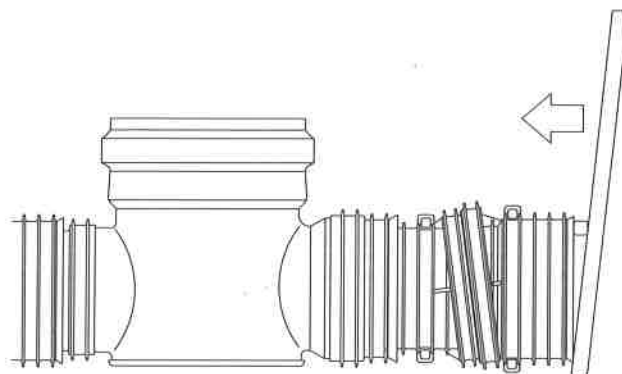

図2
5. ゴム輪を端面から2番目と3番目のリブの間に装着し、滑剤(Vソープ)をゴム輪と受口に塗布、まっすぐ接合します。(図2参照)